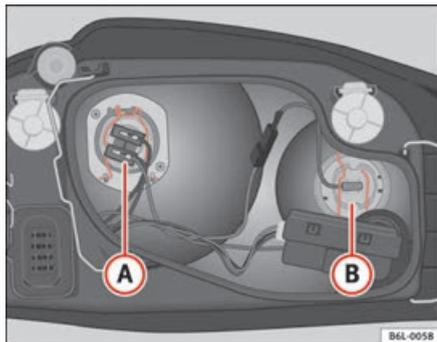

Fig. 154 Lampe feu de route
- Extraire le connecteur du câble de la lampe (B) ⇒ fig. 154.